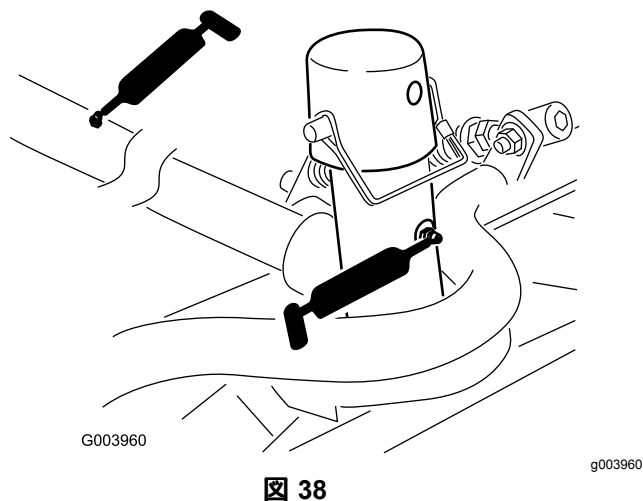

図 38
- 昇降アームのピボット各アームに1ヶ所 図 38
- キャリアフレームとピボット各カッティングユニットで2ヶ所 図 38